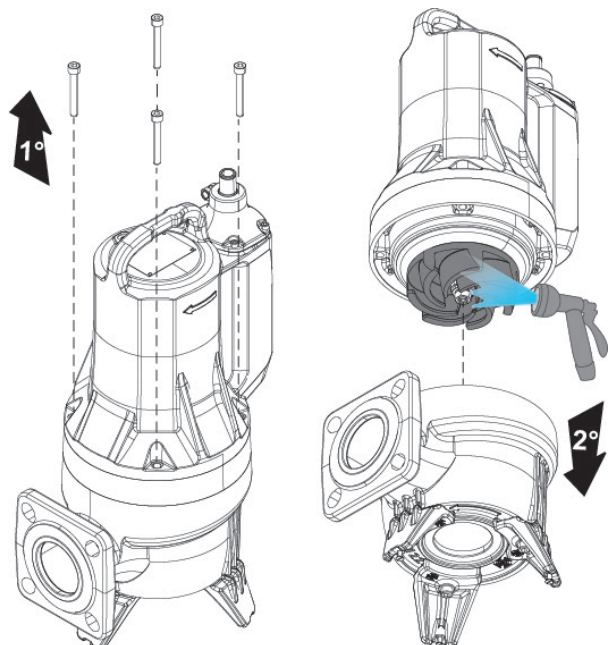

Fig.10
- **Очищення робочого колеса (Рис. 10)**